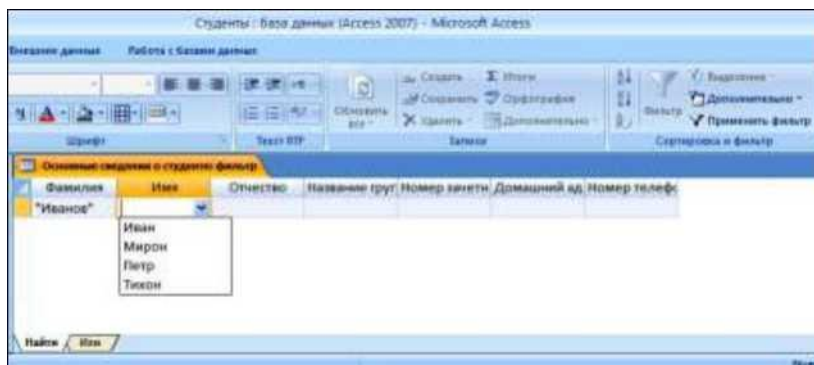

Рис. 2.12. Окно изменения фильтра
- специальное окно для изменения фильтра (рис. 2.12).